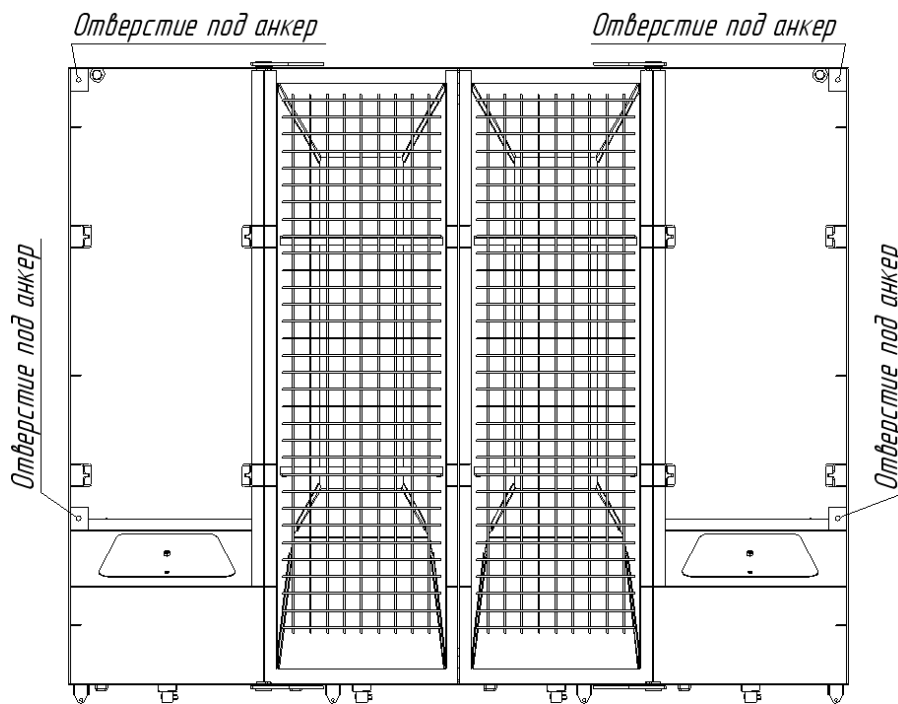

Рис. 4
6.7 Через отверстия Ø13 мм в усиливающих пластинах, приваренных к днищам корпусов модулей (рис. 4), просверлить в фундаменте отверстия под анкеры Ø12 мм (см. схему расположения анкеров (рис. 5)).